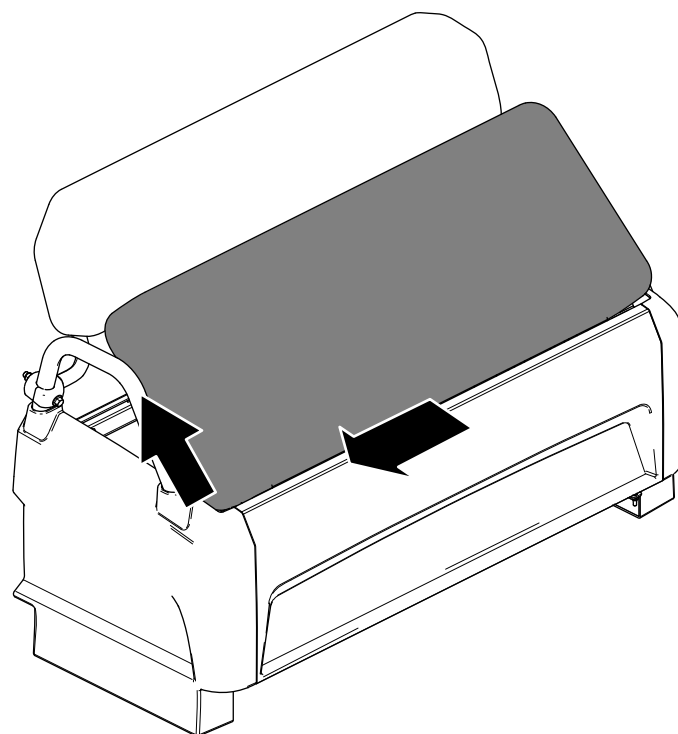

Figura 35
2. Deslice el cojín hacia un lado para liberarlo de los pasadores y levante el cojín (Figura 35).